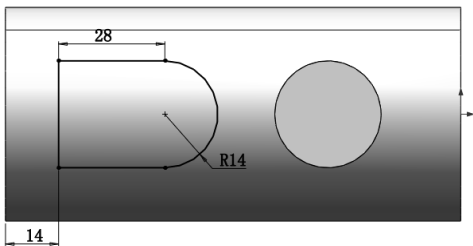

图 12-67 绘制草图 3
**06** 绘制草图。在左侧的“FeatureManager 设计树”中用鼠标选择“右视基准面”作为绘制图形的基准面。单击“草图”控制面板中的“矩形”按钮和“圆心/起/终点圆弧”按钮, 绘制草图轮廓, 标注并修改尺寸, 结果如图 12-67 所示。